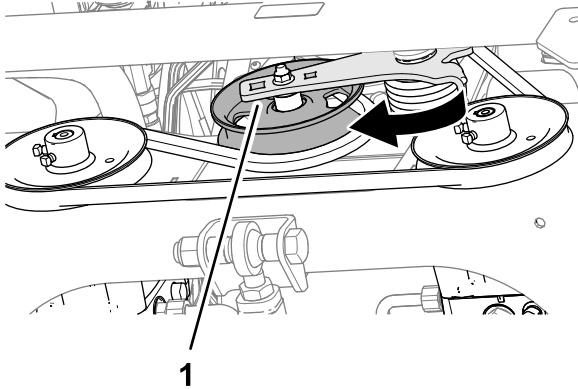

Figura 90
2. En la parte inferior delantera del motor, introduzca una llave de tubo o una llave de carraca en el brazo tensor y mueva el soporte hacia arriba para aliviar la tensión de la correa (Figura 90).